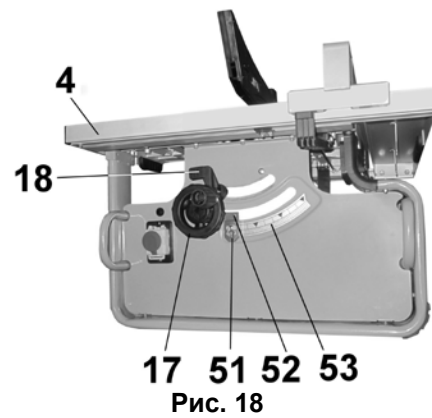

Рис. 18
10.5. Установка наклона пиления (Рис. 18÷21)